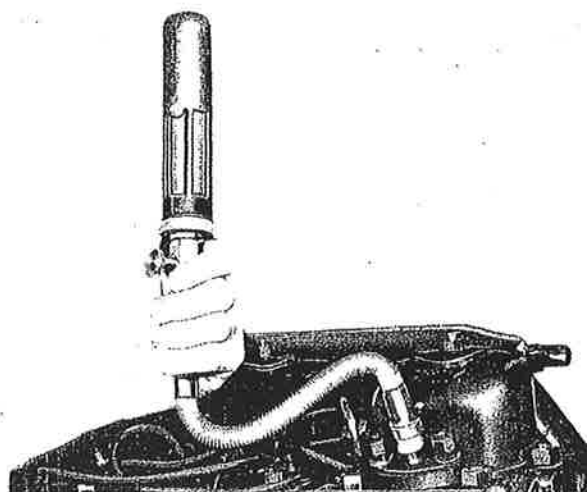

FIG. 3 – Contrôle de la compression du moteur
- monter l'appareil de contrôle de la compression 5.9030.407.0 dans le trou de l'injecteur sur la culasse (Fig. 3);